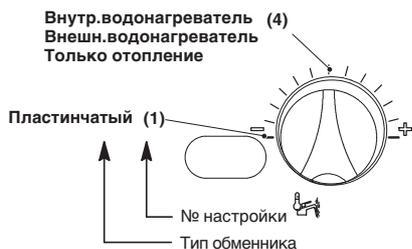

Рис. 38
- 5 Чтобы изменить настройку, поверните регулятор температуры горячего водоснабжения и установите его в **выбранное положение** (на рисунке, например, ручка установлена на **Внешний водонагреватель** или **Только отопление**) (Рис. 38).